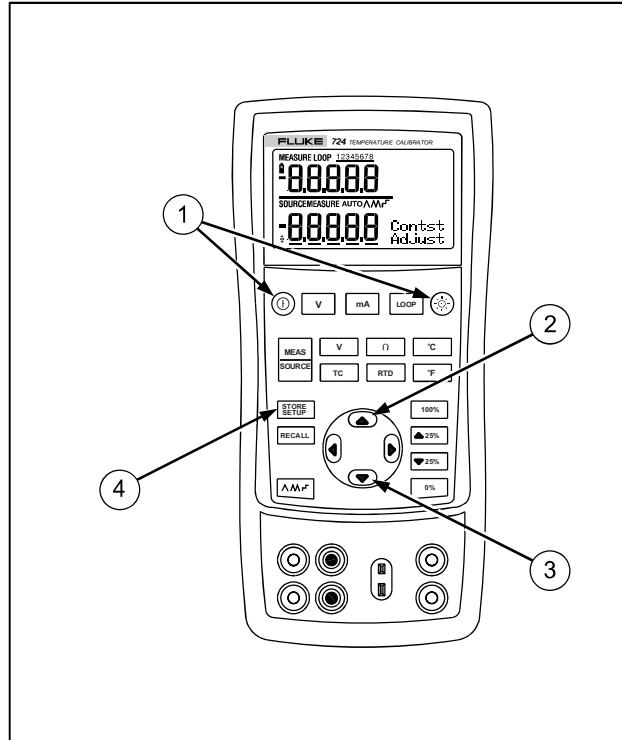

图 6. 调整对比度
1. 按 **(@)** 键及 **(@)** 键，直到显示“对比度调整”，如图 6 所示。